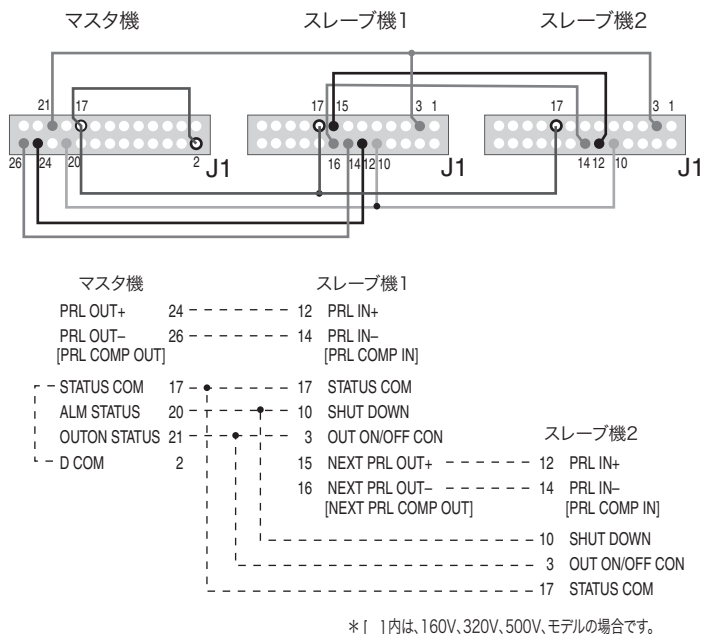

図 5-6 並列運転の接続
マスタ機のアラームが作動した場合は、図 5-6 のようにマスタ機の ALM STATUS とスレーブ機の SHUT DOWN を接続することにより、スレーブ機をアラーム状態にしてシステム全体の OUTPUT を OFF または POWER スイッチを OFF します。
本機3台のワンコントロール並列運転は、図 5-6 のように接続します。
2. 後面パネルの J1 コネクタを図 5-6 のようにそれぞれ接続します。